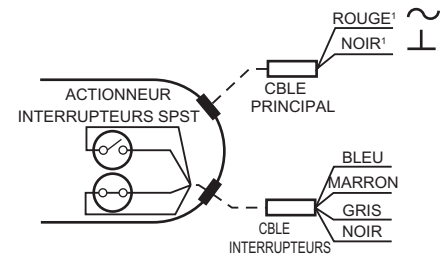

Fig. 9. Détails d'installation câble.
Certains modèles comportent des interrupteurs auxiliaires. Pour plus d'informations de câblage voir Fig. 9.
2. Branchez le câble d'alimentation et le câble commun. (Voir Fig. 9 et Tableau 3.)